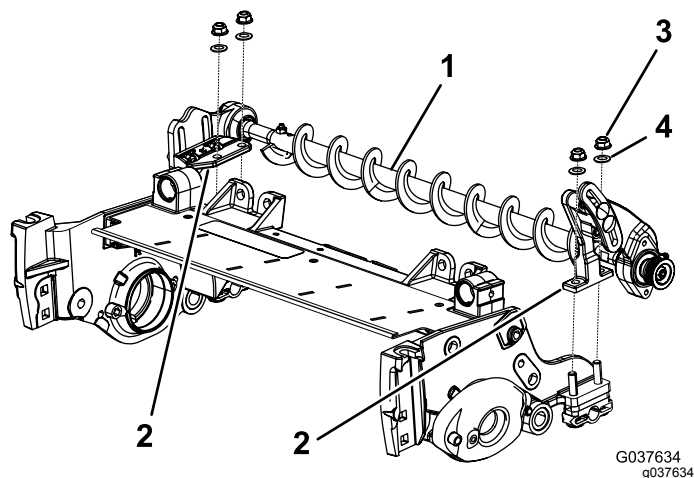

Figura 8
- Coloque los soportes de montaje del conjunto del cepillo de rodillo en los pernos de los soportes del rodillo (Figura 8). Sujete los soportes de montaje del conjunto del cepillo a las chapas laterales de la unidad de corte con las tuercas y las arandelas que retiró anteriormente.